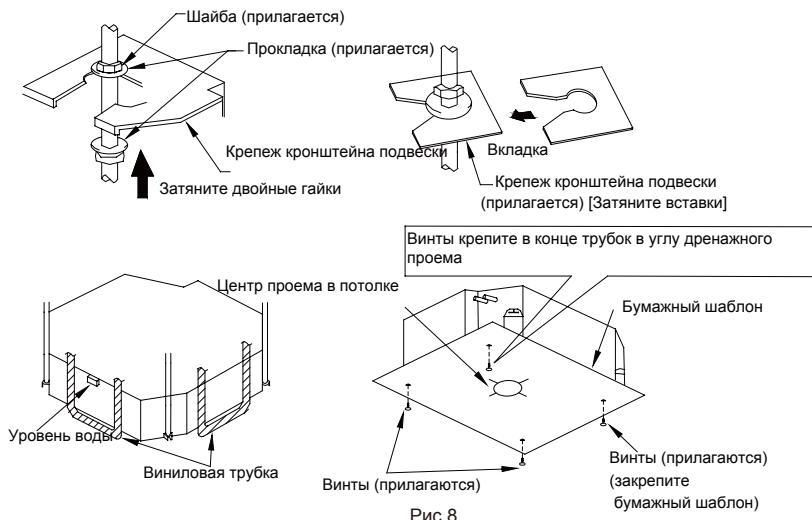

Рис.8
(2) Используйте бумажный шаблон (Рис.8).
- (3) Установите и зафиксируйте блок (Рис.8).
- (4) Проверьте, чтобы блок был расположен горизонтально (Рис.8).